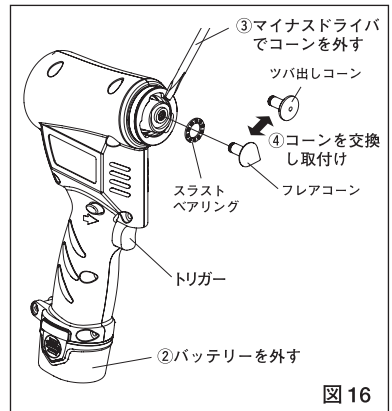

図 16
(1) ツバ出しコーンの交換 (図16)
- ① 前進後退切り替えレバーを前進側へ押し、トリガーを引いてフレアコーンをいっぱいまで前進させます。
- ② 工具のバッテリーを取り外します。
- ③ ツバ出しコーンと本体の間にマイナスドライバを入れ、ツバ出しコーンを抜き取ります。